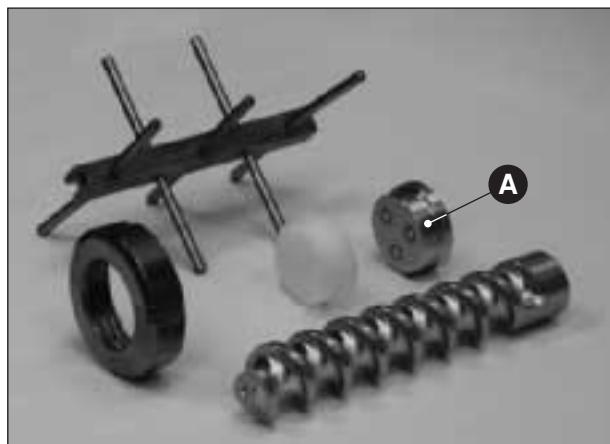

Abb. 15
6.2 REINIGUNG VON: MISCHGERÄT, SCHNECKE, NUTMUTTER UND ZIEHEISEN (ABB. 15)
Die Teigreste unter einem Wasserstrahl von den Teilen entfernen, eventuell unter Anwendung eines weichen Bürstchens oder einer Plastikspatel. Diese Teile können in einer Spülmaschine kraftvoller gewaschen werden. Das Mischgerät, die Schnecke und die Nutmutter ausspülen und trocknen und dann auf der Maschine wieder aufmontieren. Das Zieheisen (**Abb. 15 A**) bleibt während der Zeit, in der es nicht gebraucht wird, in einem Wasserbehälter eingetaucht.